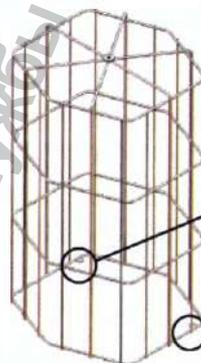

рис.3
- Решетка защитная (рис.3) 1 шт.